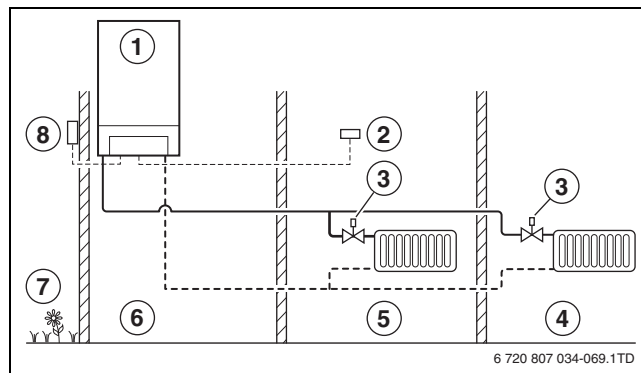

Fig. 24 Principio della regolazione in funzione della temperatura esterna
- Con la regolazione in funzione delle condizioni climatiche la temperatura viene regolata in tutte le stanze dalle valvole termostatiche applicate ai radiatori. Come luogo di installazione della termoregolazione può essere scelto qualsiasi posto (→ fig. 24).